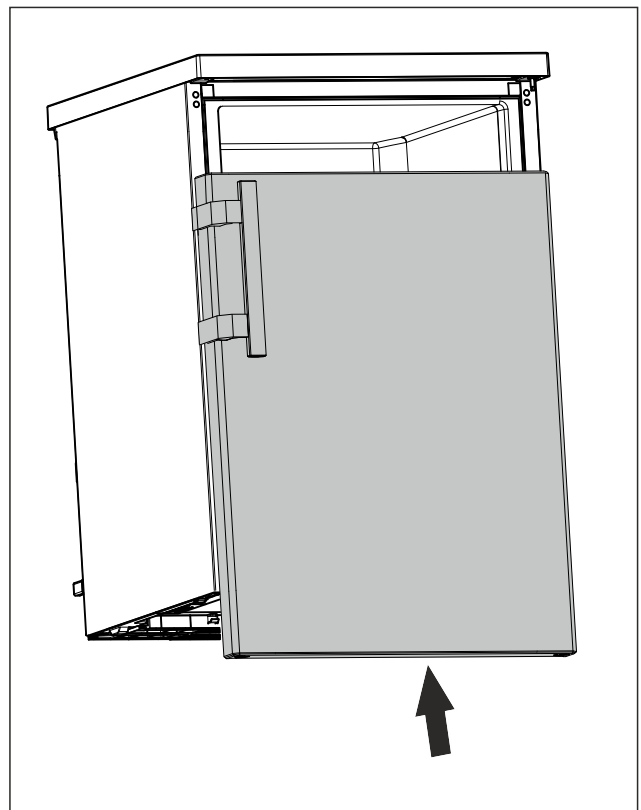

Fig. 16
- ▶ Schuif de deur op de bovenste grendel wanneer deze gesloten is. (zie Fig. 16)